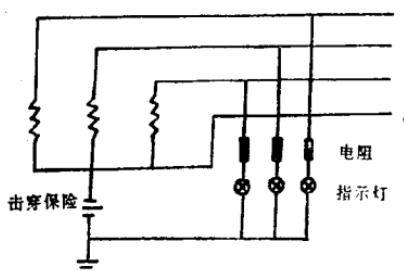

图4 氖气指示灯监视绝缘接地
1. 中性点不接地系统的装置方法。三相四线制中性点不接地系统在正常情况下，人身触及带电体时，通过人身的电流，比接地系统减少很多，因而保证了人身安全。中性点不接地系统应加装击穿保险和绝缘监视装置。击穿保险，市场上已有成品出售，其安装要求可参考产品说明，这里只把绝缘监视问题略加叙述。一般可采用氖气指示灯监视绝缘。氖气灯的型号为WN-5。它的构造和一般的小灯泡不同，内部没有钨丝，电阻很大，消耗电能很小，允许通过的最大电流为1毫安。为了延长氖气灯的使用寿命，可串联2-3兆欧姆的附加电阻。由于氖气灯电阻很大，又串联了较大的电阻，因而不会增加低压系统的泄漏电流，仍能保证人身安全。当低压系统任何一相发生接地时，相应的指示灯就会熄灭，从而发现故障相。其接线方法如图示（图4）。